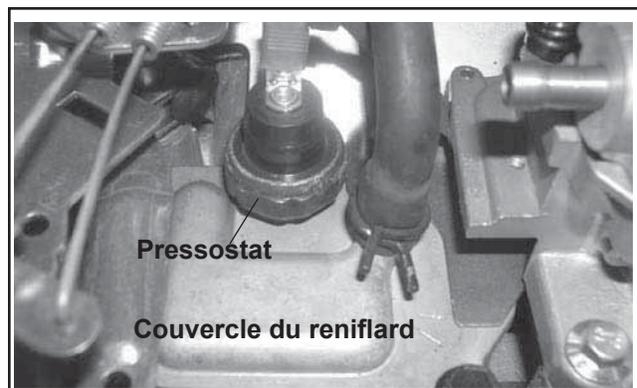

Figure 6-8. Position du pressostat Oil Sentry™ (ou bouchon conique).
Certains moteurs sont équipés, en option, d'un interrupteur de détection de la pression d'huile Oil Sentry™. Voir la Figure 6-8. Si la pression d'huile tombe en dessous du minimum, le pressostat Oil Sentry™ arrête le moteur ou active un message d'avertissement, en fonction de l'application.
Le pressostat Oil Sentry™ est monté dans le couvercle du reniflard. Voir la Figure 6-8.
2. Installer l'interrupteur dans le trou bouché sur le couvercle du reniflard. Voir la Figure 6-8.